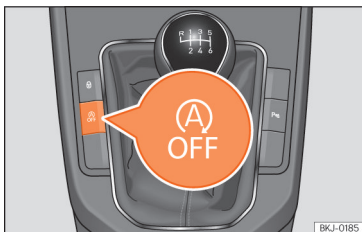

Abb. 87 Mittelkonsole: Systemtaste Start-Stopp.
- Um das Start-Stopp-System manuell aus-/einzuschalten, drücken Sie die Taste  **>>> [Abb. 87]**